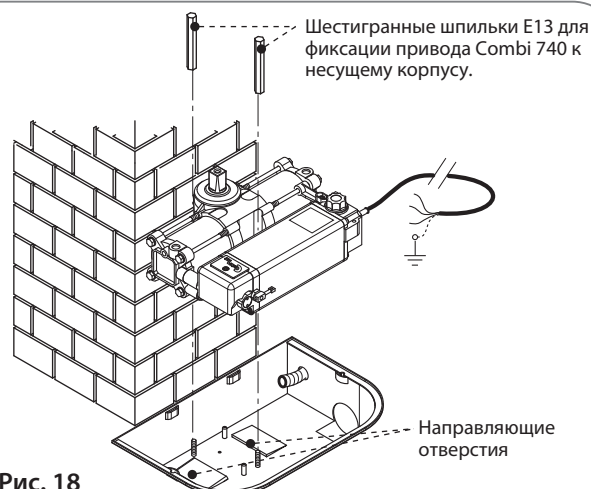

Рис. 18
- Вставьте Combi 740 внутри несущего корпуса, зафиксируйте его шестигранными шпильками, привод прижат в направляющую благодаря двум выступающим отверстиям на дне монтажного Корпуса (Рис. 18).